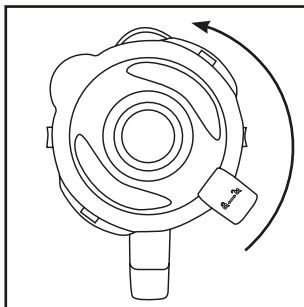
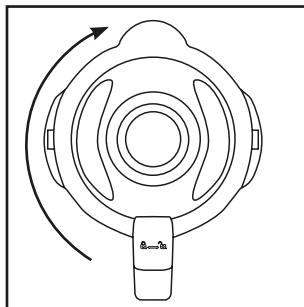

Fig. 1
Fig. 2
- 1) Tournez le bol mixeur ③ dans le sens anti-horaire jusqu'à ce que la flèche ▼ située sous la poignée du bol mixeur se trouve sur la position ↗. Détachez le bol mixeur ③ tout droit vers le haut du bloc moteur ⑥.
- 2) Retirez le couvercle ② en le tournant dans le sens anti-horaire en direction de la position ↗ (voir fig. 1), jusqu'à pouvoir le retirer par le haut.
- 3) Remplissez le bol mixeur ③.
- 4) Appuyez à nouveau fermement le couvercle ② sur le bol mixeur ③ de manière décalée. Refermez le couvercle ② en le tournant dans le sens horaire jusqu'à ce qu'il encrante audiblement en position ↗ (voir fig. 2). Veillez à ce que le bec verseur du bol mixeur ③ soit fermé. Le moteur ne peut démarrer que si le couvercle ② est posé de manière alignée.